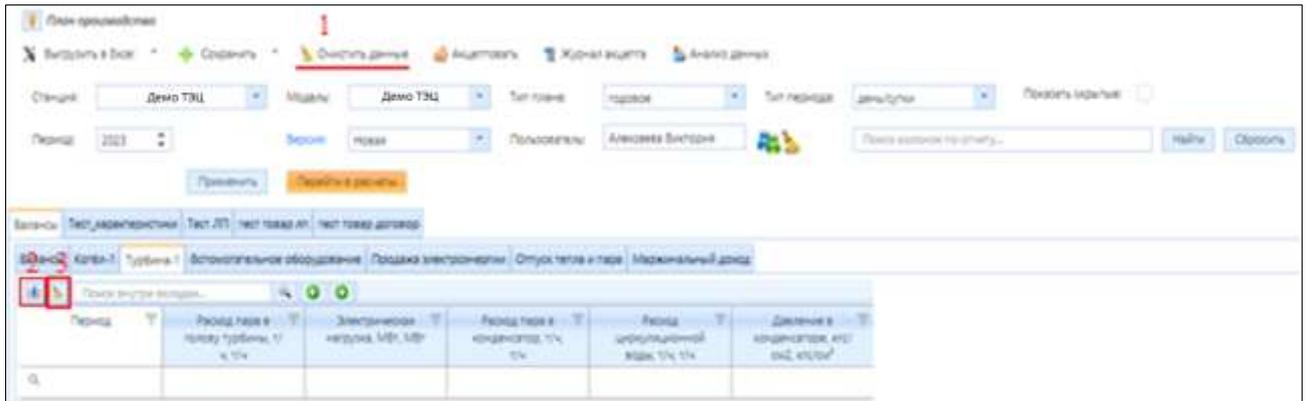

Рисунок 3.7.18 – Кнопка «Сброс всех фильтров и сортировок на активной вкладке» в плане производства
Кнопка (1) «Очистить данные» (рис. 3.7.18) позволяет стереть все данные отчета. Если пользователя не устраивают настройки одной конкретной вкладки, он может стереть их при помощи кнопки (3) над шапкой сформированной таблицы (рис. 3.7.18).
Кнопка (2) «Выгрузить в Excel» (рис. 3.7.18) позволяет выгрузить активную вкладку в Excel.
Если необходимо внести какие-либо изменения в исходные данные в форме ввода, нажмите кнопку «Перейти в расчеты» (рис. 3.7.18), внесите требуемые изменения и перезапустите расчет. Его результаты появятся в подразделе «План производства».